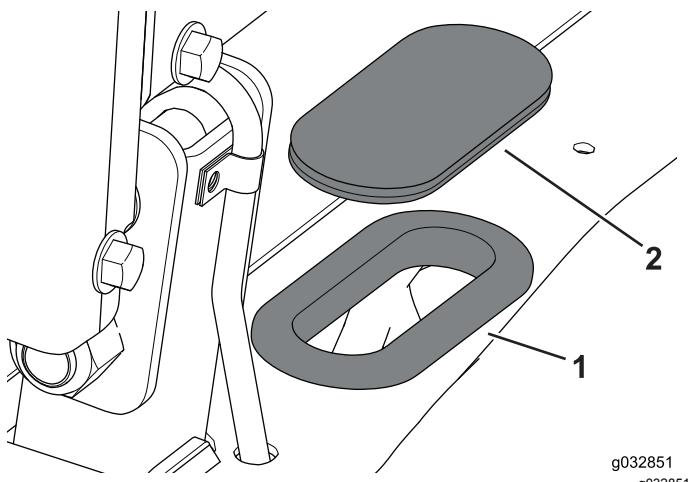

Рисунок 110
- Замените зимнюю уплотнительную втулку на летнюю уплотнительную втулку (Рисунок 110).